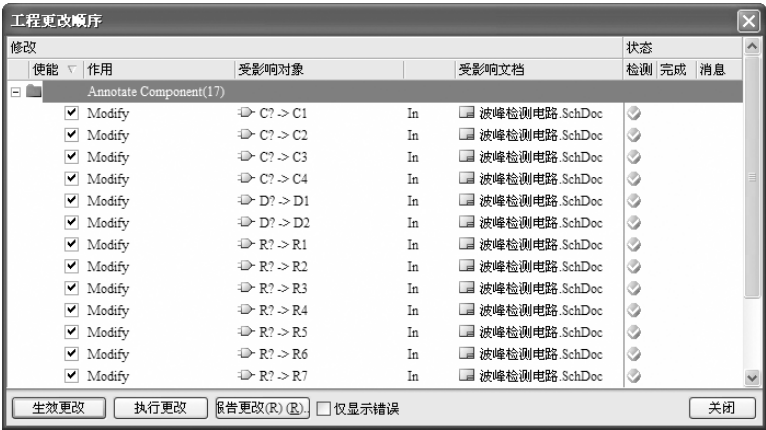

图 6-12 验证修改的可行性
5) 在“工程更改顺序”对话框中，单击“生效更改”按钮，可以验证修改的可行性，如图 6-12 所示。